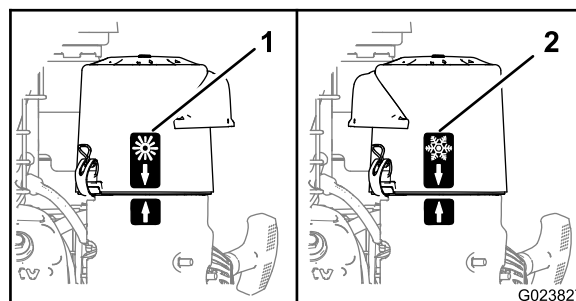

Figure 20
- À basses températures ambiantes (air froid et humidité), le flocon de neige situé sur le couvercle du filtre à air doit être à l'extérieur (Figure 20).
- À des températures ambiantes normales, le soleil situé sur le couvercle du filtre à air doit être à l'extérieur (Figure 20).